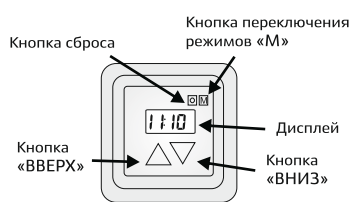

Рис. 2 — Назначение кнопок на лицевой панели
- Сброс таймера к заводским настройкам производится коротким нажатием на кнопку сброса (рис. 2).